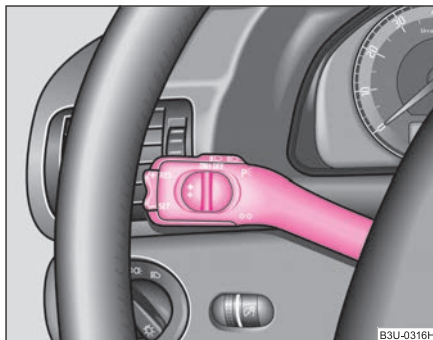

Fig. 40 Maneta de acționare a luminilor de semnalizare și a luminii de drum
- Apăsăți maneta luminii de drum în față, pentru a aprinde lumina de drum ⇒ pagina 61, fig. 40.
- Apăsați maneta în sus, respectiv în jos ⇒ fig. 40.